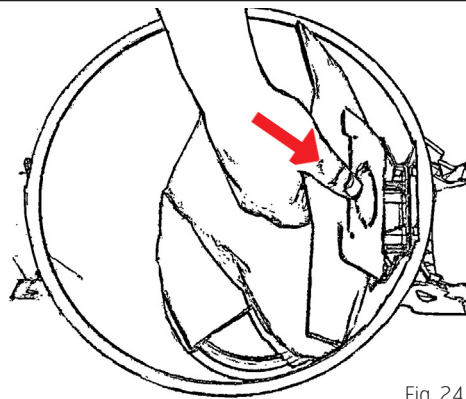

Fig. 24
1. Monter støvposens papstykke med hullet i poseholderen, fig. 24.